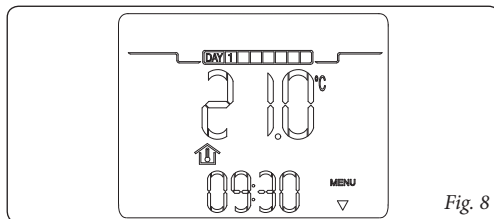

Fig. 8
- **Modalità stand-by / antigelo (\*).** In questa modalità la caldaia può funzionare solo in caso di richiesta antigelo ambiente. In questo stato viene comunque visualizzato il giorno, l'ora corrente, eventuali anomalie di funzionamento e la temperatura ambiente (fig. 8).